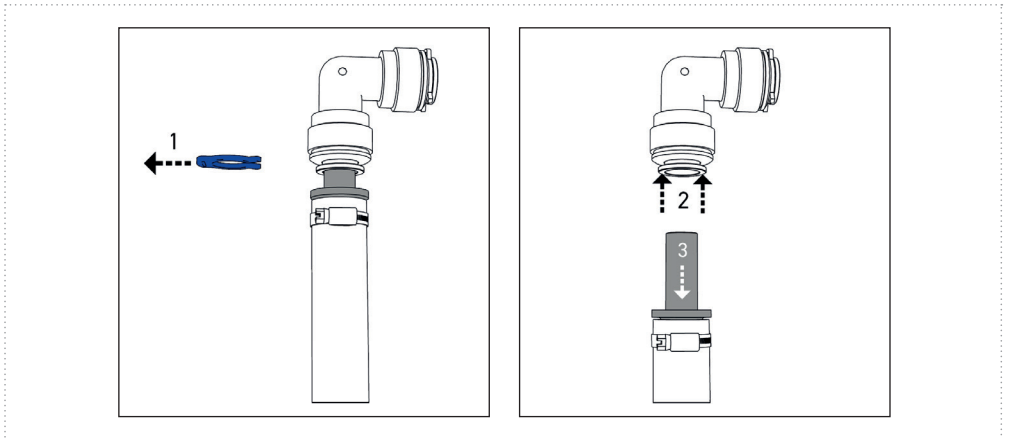

Figure 15
S'il est nécessaire de desserrer un raccord enfichable, procédez comme suit (Figure 15). Retirez d'abord la bague de sécurité (1). Repoussez l'élément de maintien avec les doigts ou à l'aide d'un outil de desserrage (par ex. une bague de sécurité) et maintenez-le (2). Le tuyau ou flexible inséré peut alors être retiré (3).